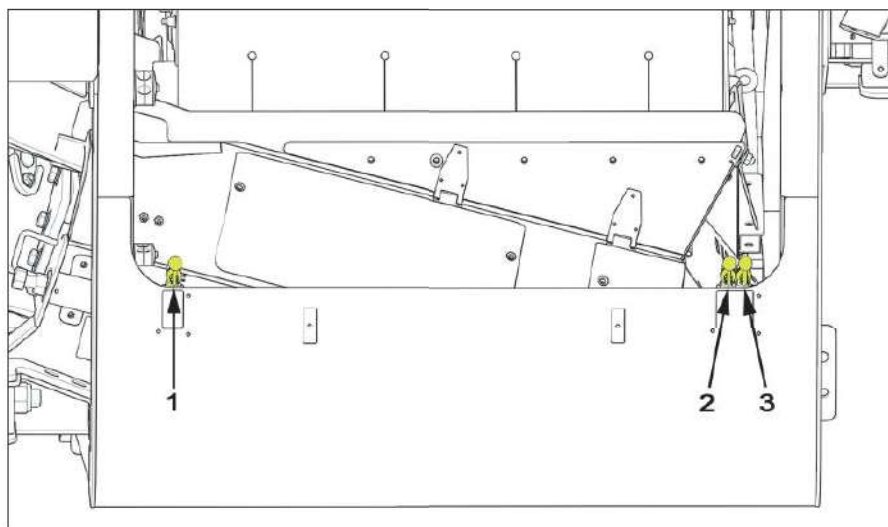
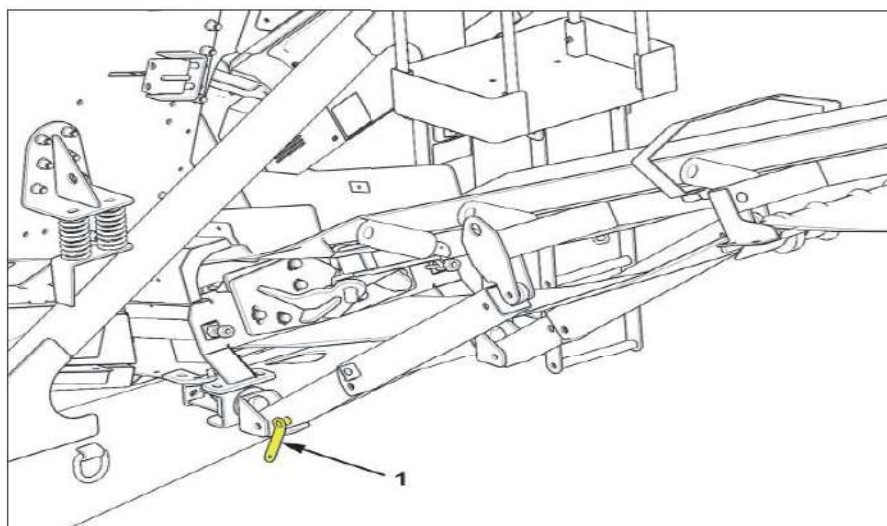

Figure 5.21 - Bedieningshendels
Figure 5.22 - Pennen aan de zijband
1. Breng de transportband gedeeltelijk omhoog met de controlehendel (1) op afb. 5.21 om de pennen (1) op afb. 5.22 te kunnen verwijderen. Verwijder de pennen van de steunpoot van de transportband.
4. Steek de pen (1) op afb. 5.22 weer in het transportgat om het onderste deel in de transportpositie te bevestigen.
1. Klap de transportband rechts op met de hendel (3) op afb. 5.21 op dezelfde manier als de transportband links.